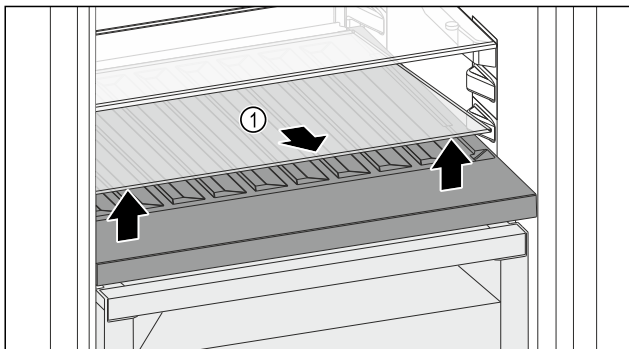

Fig. 98
- ▶ Приподнимите стеклянную пластину Fig. 98 (1) за выемку спереди и извлеките.
- ▶ Уложите стеклянную пластину Fig. 98 (1) на хранение вне устройства.